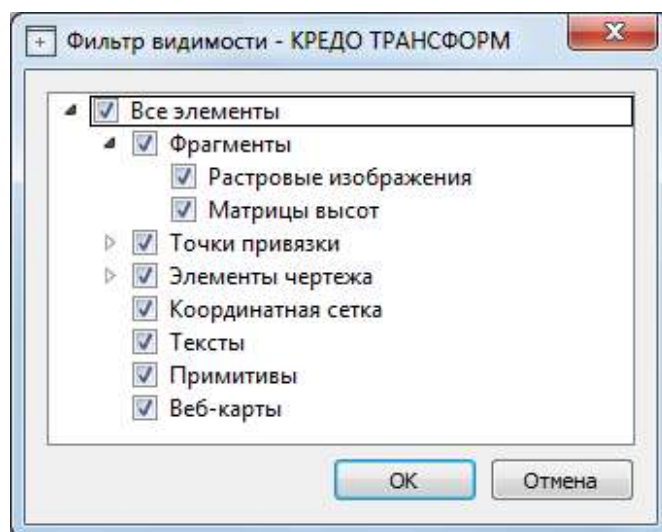

Рисунок 51
• При нажатии на кнопку **Фильтр видимости**  вызывается диалог **Фильтр видимости** (см. рис. 51). Аналогичный диалог вызывается командой **Фильтр видимости/Изменить текущий фильтр**.